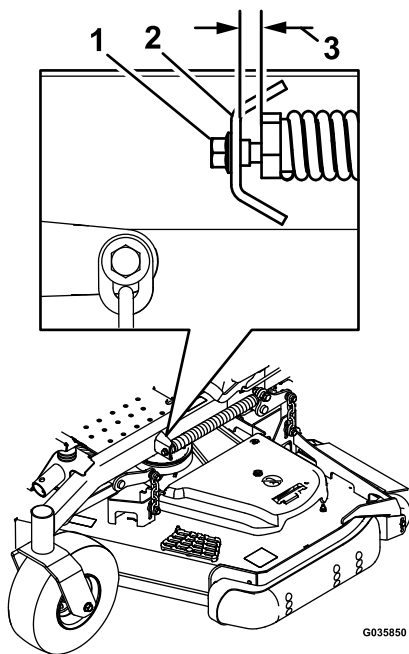

Figura 96
- Afloje lentamente el tornillo de ajuste del muelle auxiliar de elevación hasta que pueda retirar el tornillo (ver Figura 96).